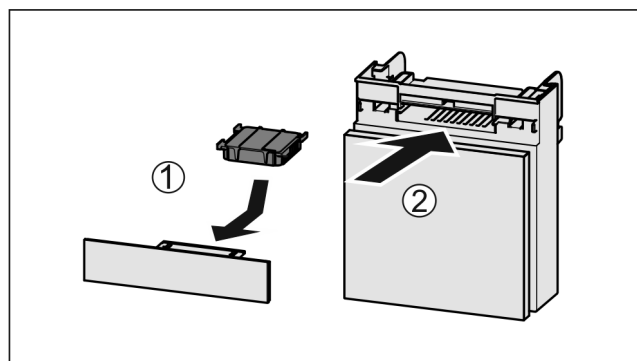

Fig. 183
- Поставете Fig. 183 (1) филтъра с активен въглен, както е показано на фигурата.
- Вкарайте Fig. 183 (2) отделениято.